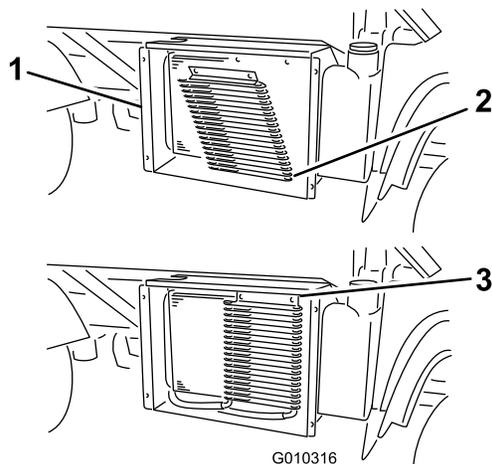

図 60
3. ラッチを外し、オイルクーラを装備している場合にはそれを倒してラジエーターから遠ざける 図 60。